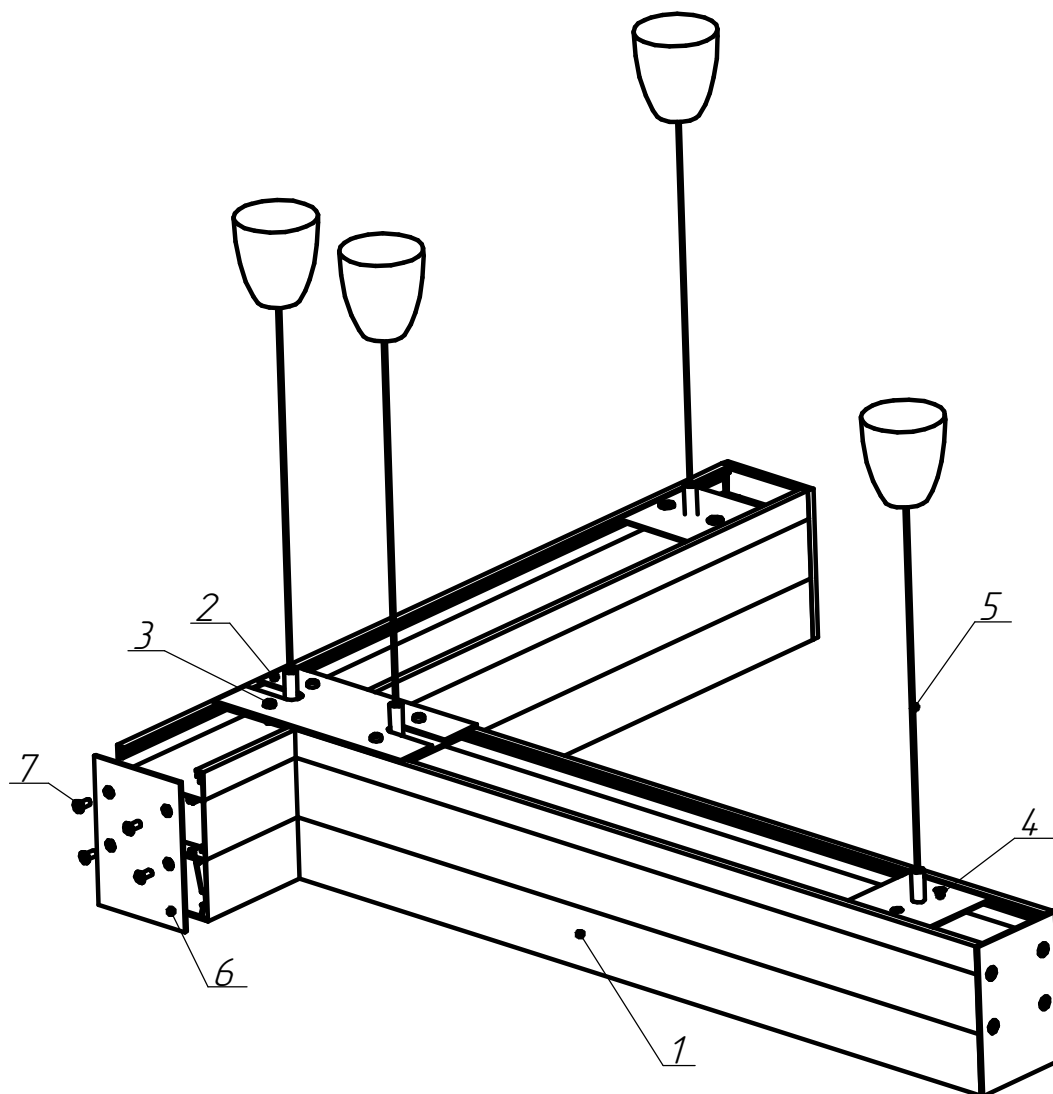

Рисунок 6 - Схема Т-образного соединения светильников
5.7. **T-образное соединение светильников (см. рисунок 6, 6а) :**
5.7.1. Для Т-образного соединения светильников необходимо снять торцевую крышку в месте соединения светильников. Затем при помощи пластины соединительной ДПО02 поз.2, винтов поз.3 и пластины подвеса (рисунок 6) соединить светильники. Для ДПО02 Up/Down при помощи пластины соединительной торцевой ДПО02 Up/Down (рисунок 6а).
Рисунок 6а - Схема Т-образного соединения светильников ДПО02 Up/Down